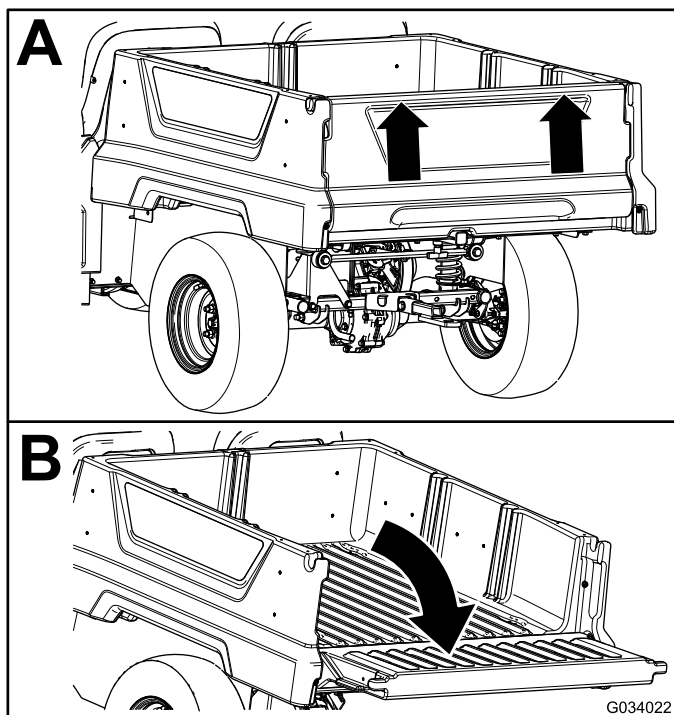

Figura 17
2. Cu ambele mâini, ridicați oblonul spate cu ajutorul marginii de lângă partea superioară a oblonului spate (Figura 17).
3. Coborâți oblonul spate până când acesta este la același nivel cu partea inferioară a platformei de încărcare (Figura 17).